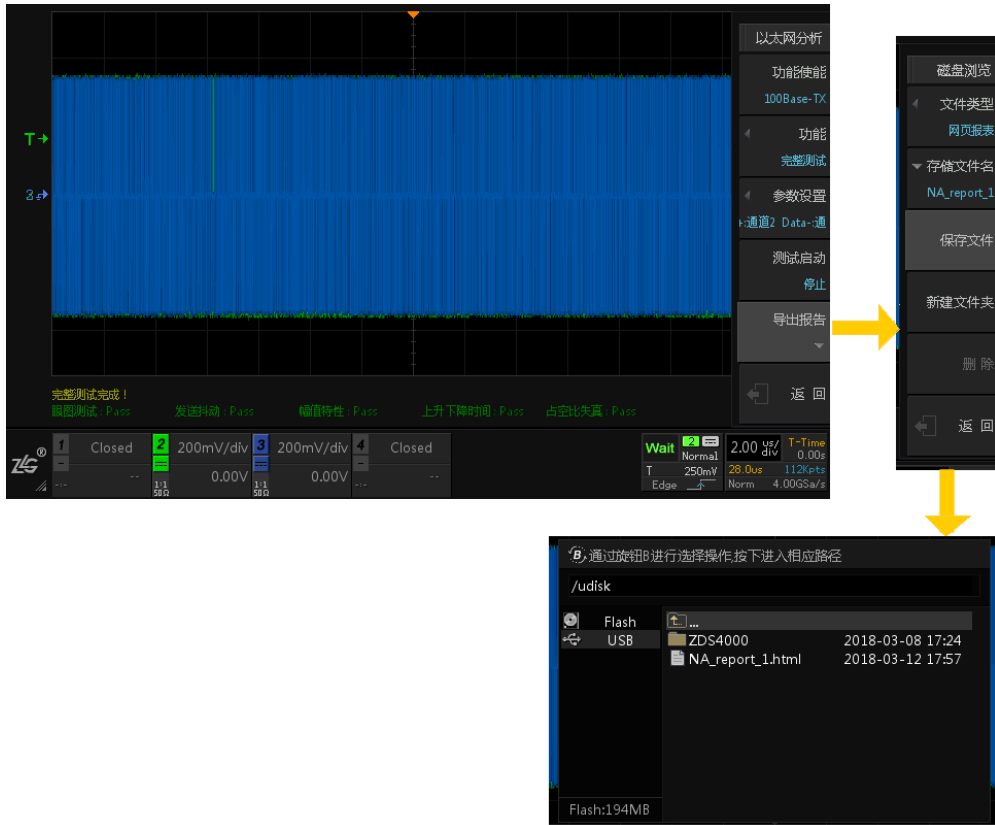

图 2.5 导出报告
- “导出报告”按钮在完成一次完整测试后会亮起，如图 2.5 所示